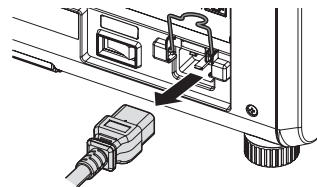

Рис. 2
- 3) Держась за штекер шнура питания, извлеките шнур питания из разъема <AC IN> проектора. (Рис. 2)